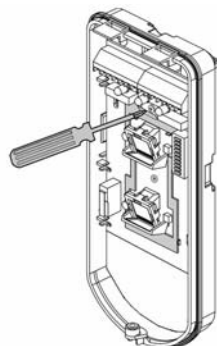

Figure 8
14. Pour rajuster la rotule standard lorsque la carte PCB est installée (Figure 8):
- b. A l'aide d'un tournevis Philips, desserrez la vis de fixation (cf. Figure 8).